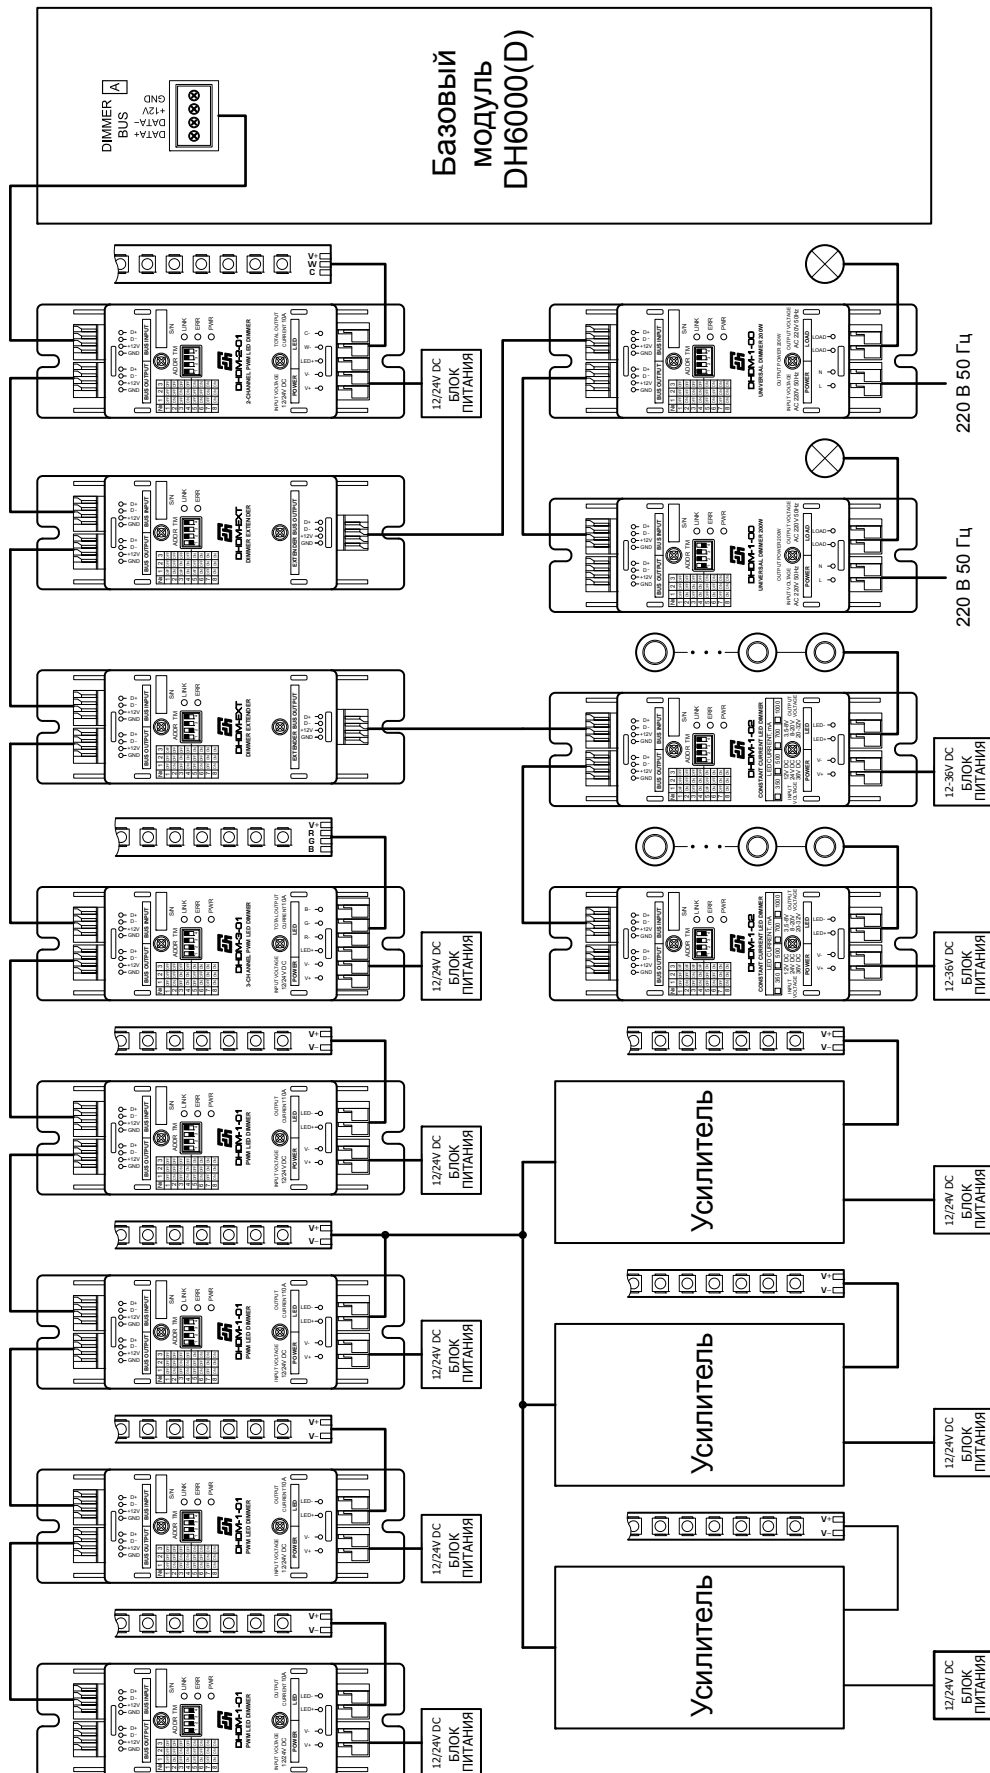

Рис. 4. Блок-схема возможного подключения диммеров Digihouse
3. К диммеру, мощность которого надо увеличить, подключаются усилители сторонних производителей. Схема подключения указывается производителем. На рис. 4 приведена блок-схема возможного подключения диммеров Digihouse.